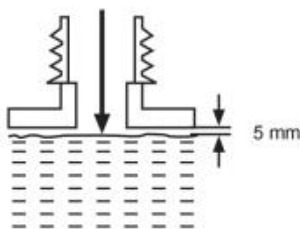

Fig. 17
3) Nicht überfüllen und ca. Lassen Sie zur Unterkante 5 mm Platz. Lassen Sie das Schmiermittel sich ausdehnen (Abb. 17).